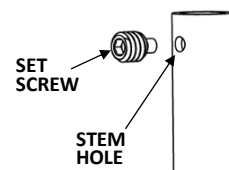

Fig. 3
3. INSTALL BALL TO STEM. Fig. 3,4